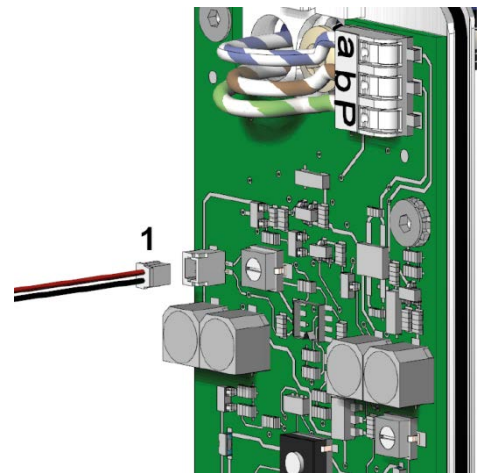

Abb. 8: Lautsprecher anschließen
- ▶ Stecken Sie den Stecker des Lautsprecherkabels (1) in die dafür vorgesehene Buchse (Abb. 8).